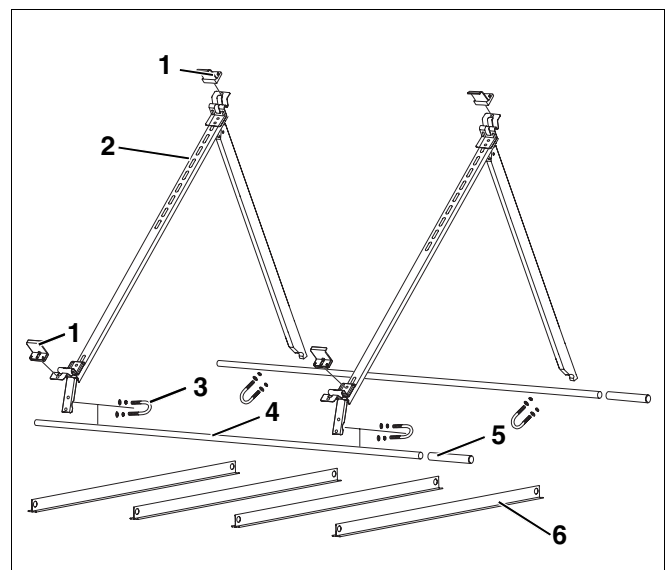

Fig. 2 Conjunto de montagem para telhados planos, por ex., jogo horizontal
Necessita de um conjunto de montagem para telhados planos para cada colector (Fig. 2).
4.2.1 Conjunto de montagem para telhados planos (por colector) – Fig. 2